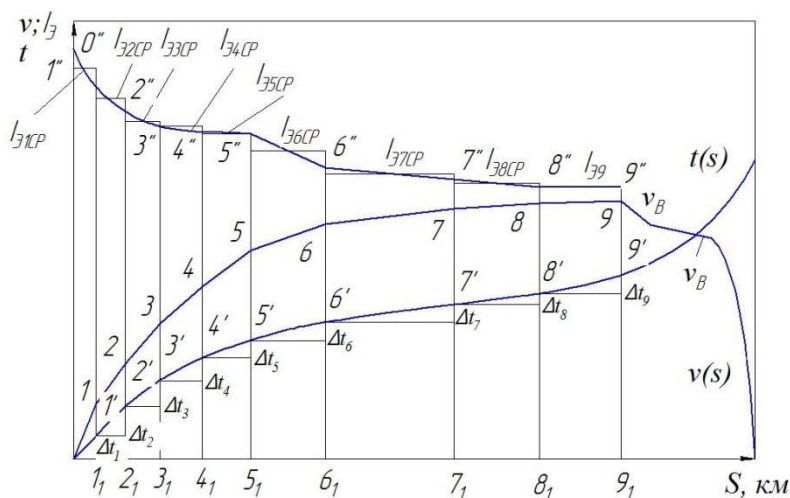

Рис. 1. Определение средних токов и времени для расчета расхода электроэнергии
1. Определить расход электрической энергии на тягу поезда на основании кривых $I_3(s)$ и $t(s)$ (см. рисунок 1) при напряжении на токоприемнике 3000 В.